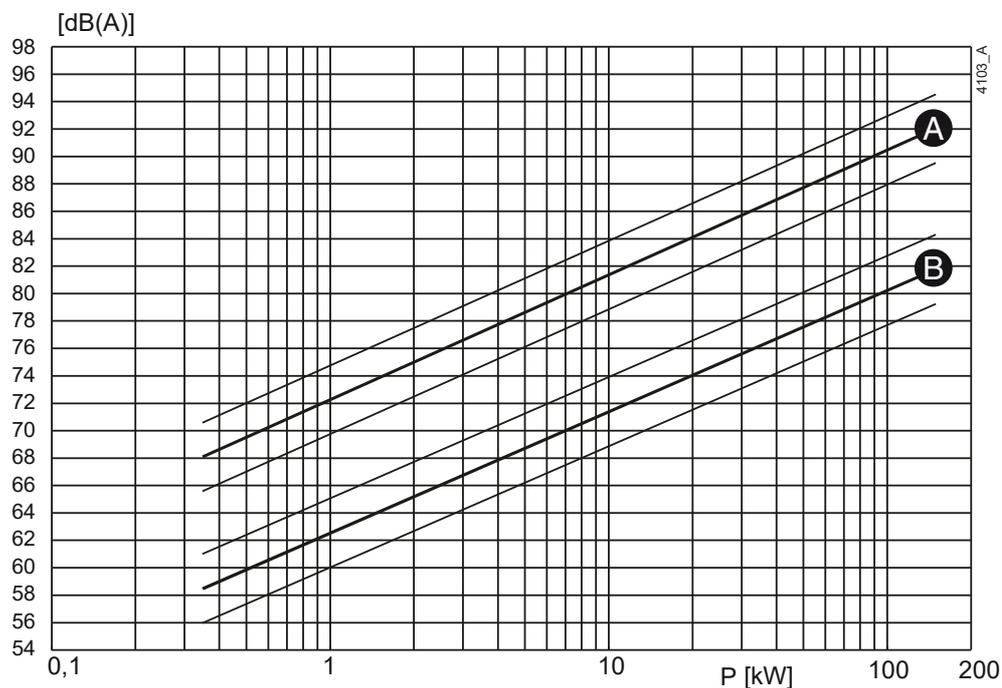
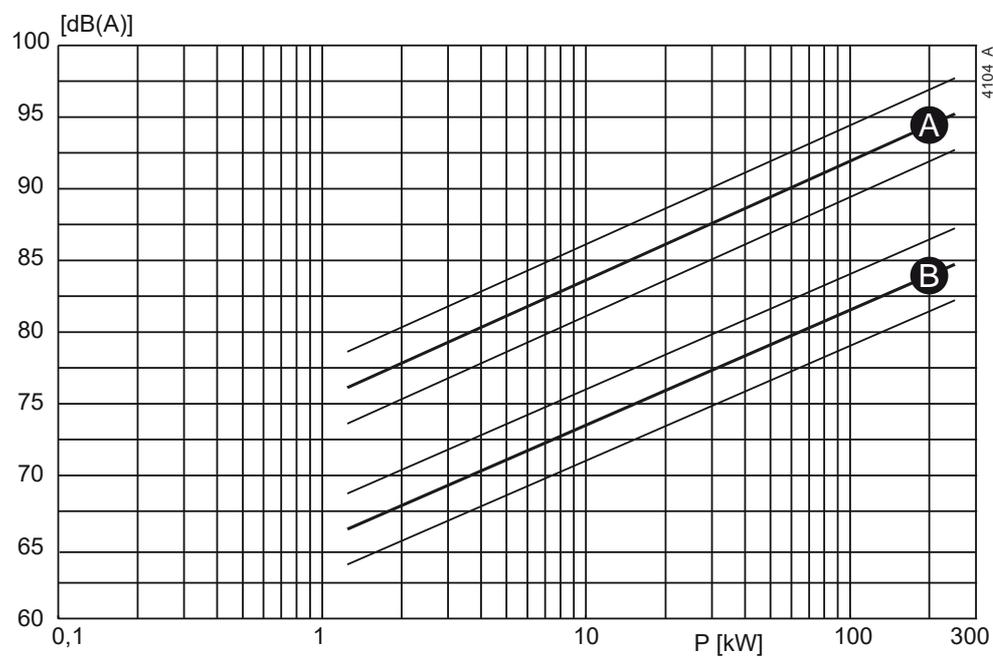

Рисунок 51: Зависимость уровня шума от мощности насоса [кВт] при 1450 об/мин⁻¹
Рисунок 52: Зависимость уровня шума от мощности насоса [кВт] при 2900 об/мин⁻¹
- 1 Определите уровень шума (L_1) насоса, см. рисунок 51 или рисунок 52.